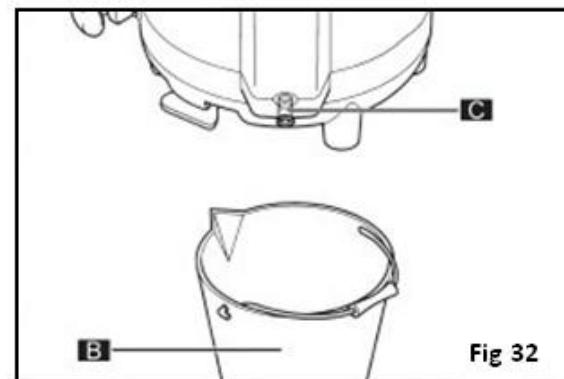

Fig 32
- Posizionare un contenitore (B) con una capacità di più di 3 litri sotto il tappo di spурgo (C).
- Utilizzare una moneta o una chiave Allen per svitare il tappo di spурgo (C).
- Estrarre il tappo (C) con un movimento deciso e attendere che la caldaia si svuoti dell'acqua (Fig. 32).